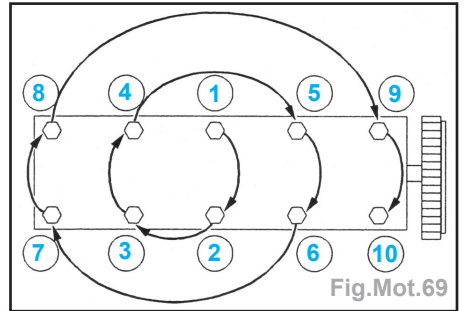

Fig.Mot.69
- ordre de serrage (Fig.Mot.69),